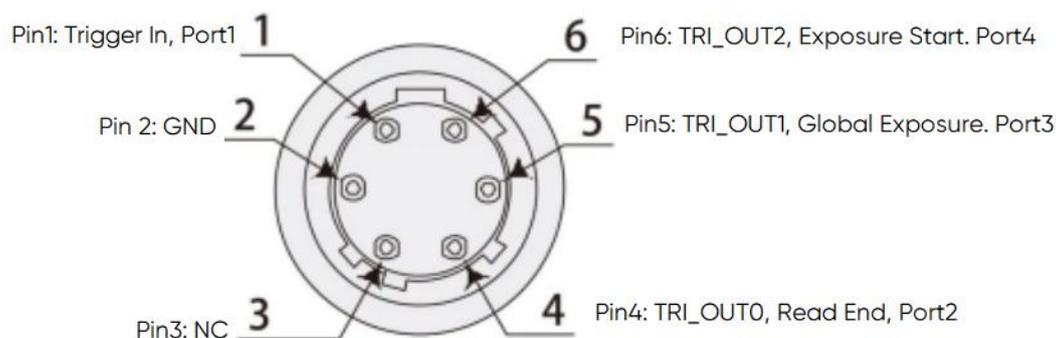

图 5-15
- 17) TriggerPort: 触发端口选择, Port1 为输入, 选择后可对 TriggerInputControl 模块进行控制。Port2、Port3、Port4 为输出, 选择后可对 TriggerOutputControl 模块进行控制。软件上 Port 与相机触发端口的 Pin 对应关系如图 5-15;